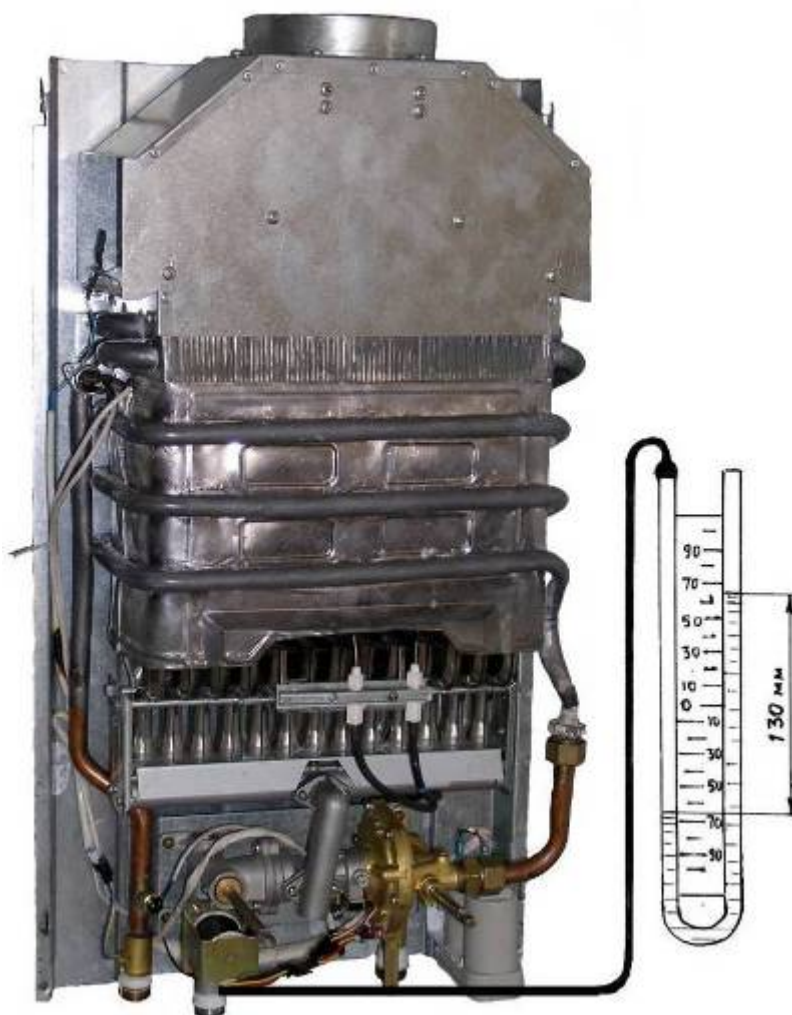
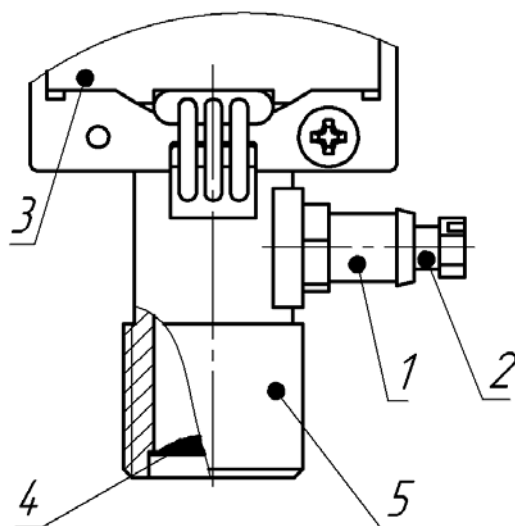

Рисунок 11. Подключение дифманометра для замера давления
Рисунок 12. Патрубок замера давления газа
- подключить дифманометр (рис. 11) к патрубку 1, находящемуся на входе 5 газового регулятора водогазового блока, предварительно отвернув винт с уплотнением 2 (рис. 12);